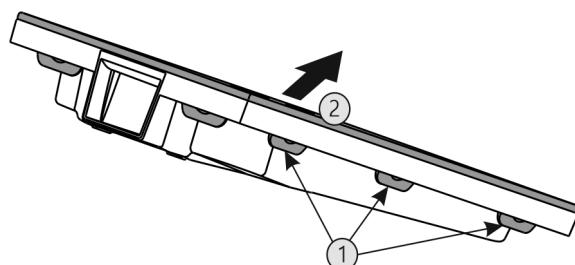

Fig. 42
- Всі накладки Fig. 42 (1) натиснути послідовно і вийняти кришку Fig. 42 (2).